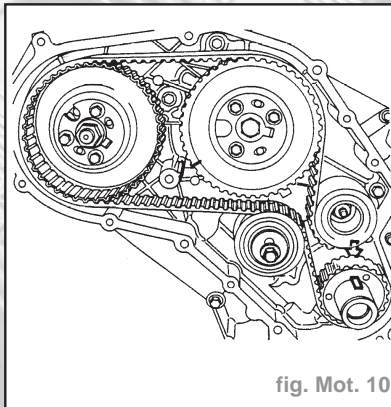

fig. Mot. 10
- Contrôler l'alignement correct du repère de calage du pignon d'arbre à cames et l'alignement de la rainure de clavette de vilebrequin avec la flèche moulée sur le boîtier (Fig. Mot. 10).
- Faire tourner le vilebrequin juste suffisamment pour pouvoir introduire la goupille de distribution dans la pompe (Fig. Mot. 10).